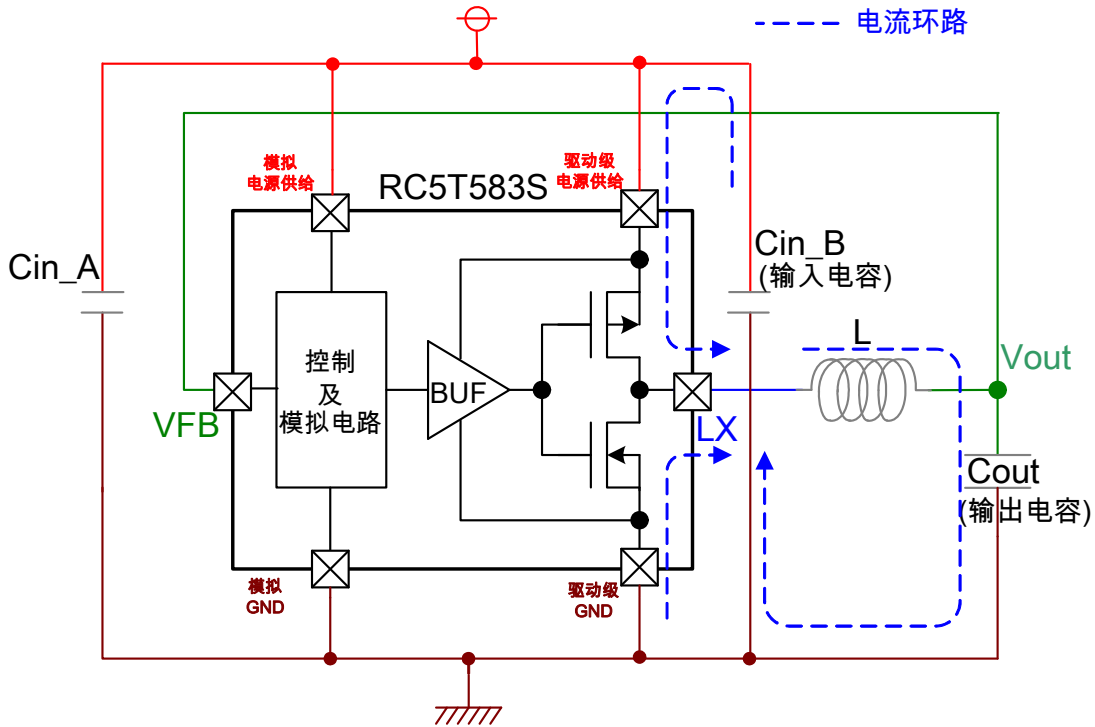
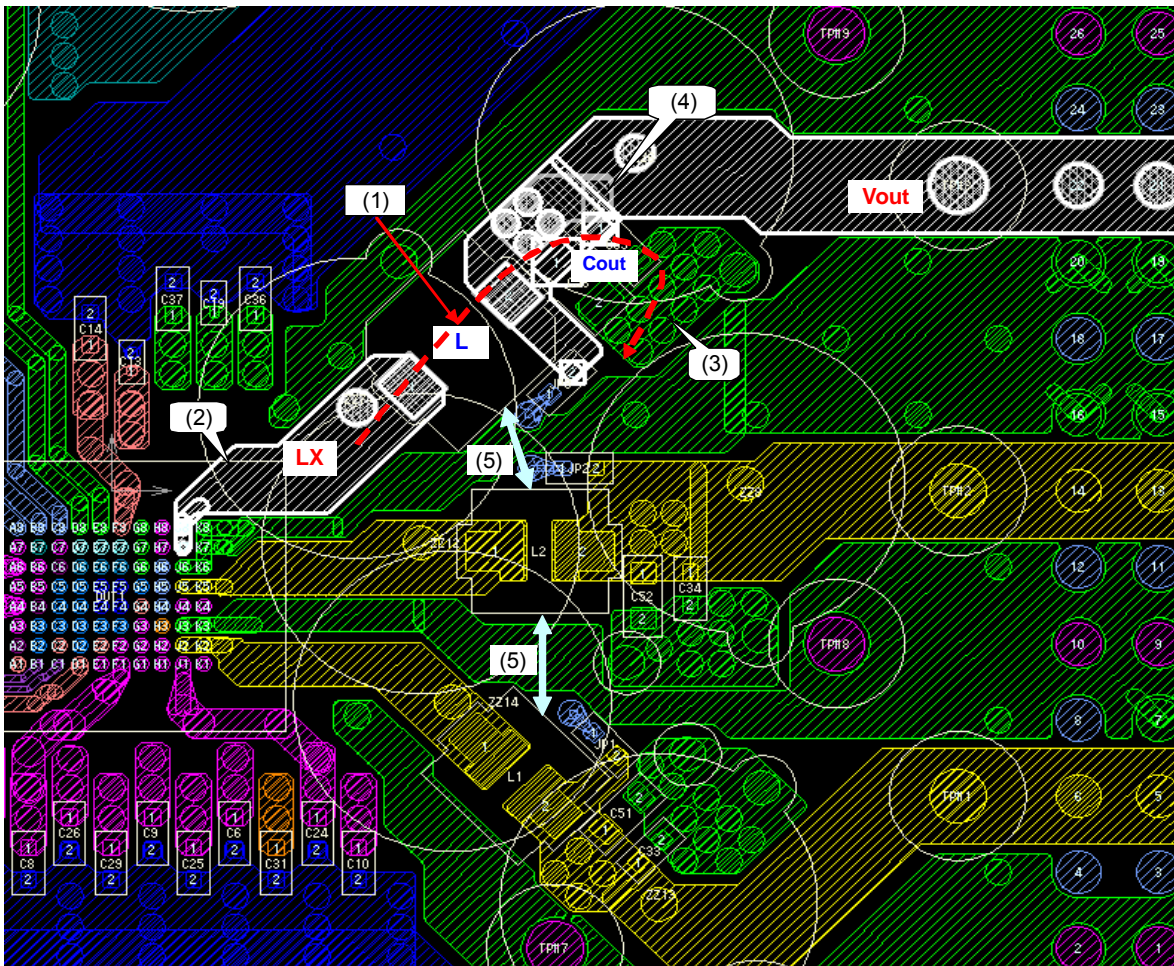

图.1-1 DCDC 简要电路图
图.1-2 DCDC 模块评价板格局示例(顶层)
- (1) 部件的放置应尽量注意减小开关电流环路。(图. 1-1 及 1-1: 蓝色线, 图. 1-2: 红色线)。
- (2) RC5T583S 与电感间的 LX 线布线应尽可能短和宽, 并且不应在其上面添加其他不相干的配线。
- (3) 请将“Cout”的 GND 线用多重 via 直接连到内部 GND 层以尽可能地减小阻抗。(目标值: 50mΩ 或以下)
- (4) 请从靠近“Cout”而非“L”的地方开始 VOUT 布线。
- (5) 请勿将每个 DCDC 的电感放置过于靠近, 以避免其相互间的电磁干扰。